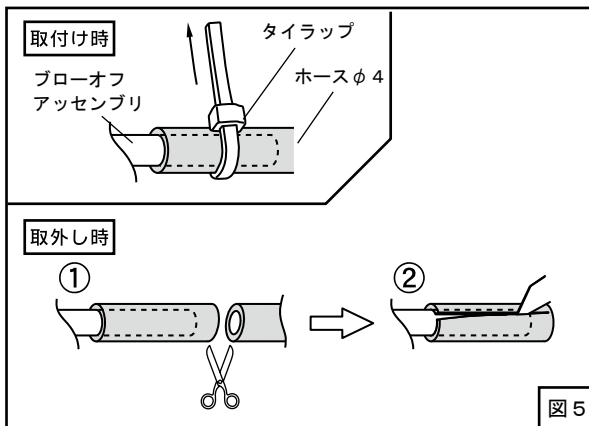

図5
- (7) ブローオフアセンブリのニップル部に取付けたホースφ4をタイラップ（小）で縛り、固定してください。（図4、図5）
（図5）